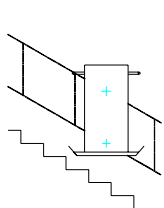

Fig. 1.1
3. Appuyez sur le levier à main pour desserrer le frein et tournez le volant jusqu'à ce que l'élévateur atteigne le prochain palier intermédiaire ou une ligne droite dans l'escalier (voir la Fig. 1.1) Ne l'arrêtez pas sur une courbe du rail !